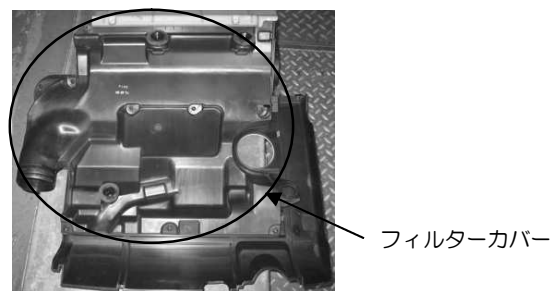

図 2
- 2) 取り外したクリーナーケースを裏返し、ビスを外して、フィルターカバー、エアエレメントを取り外します。図 2 参照